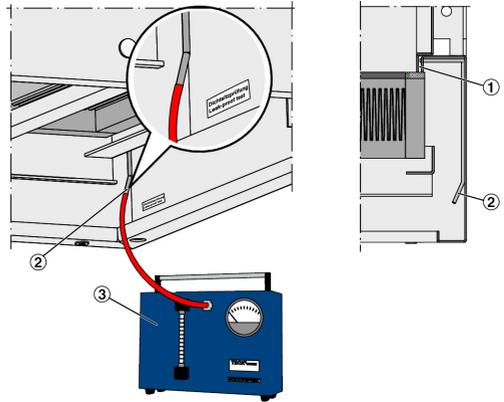

Abb. 9: Dichstz-Prüfung
1. ▶ Dichstz-Prüfgerät (Abb. 9/3) am Anschluss für Dichstzprüfung (Abb. 9/2) anschließen.
2. ▶ Auf die Prüfrille (Abb. 9/1) ein Druck von mind. 2.000 Pa aufgeben.